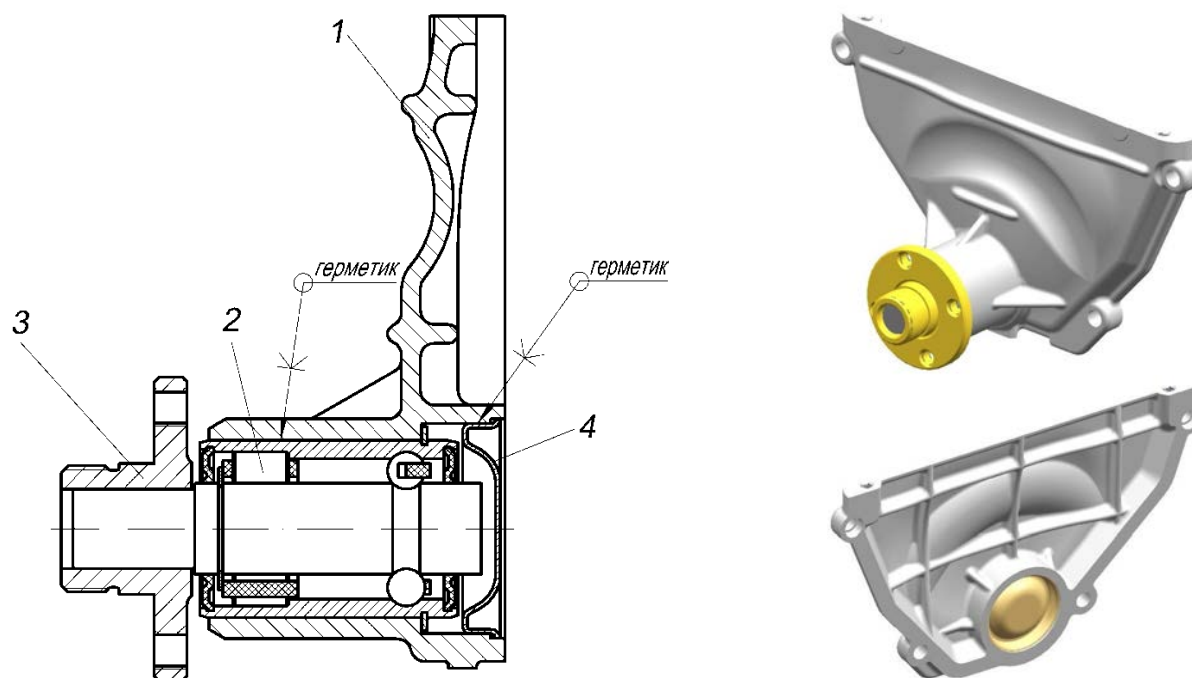

Рис.38. Опора вентилятора:
**Опора вентилятора** (рис.38) – объединена с передней крышкой головки цилиндров. В передней крышке 1 головки цилиндров, отлитой из алюминиевого сплава, установлен на анаэробном герметике комбинированный специальный подшипник 2 с двухсторонним уплотнением, на валик которого напрессована ступица 3 крепления шкива вентилятора. Подшипник заполнен смазкой на заводе-изготовителе и в процессе эксплуатации добавления смазки не требуется. Со стороны головки цилиндров подшипник закрыт крышкой 4, установленной на анаэробном герметике.